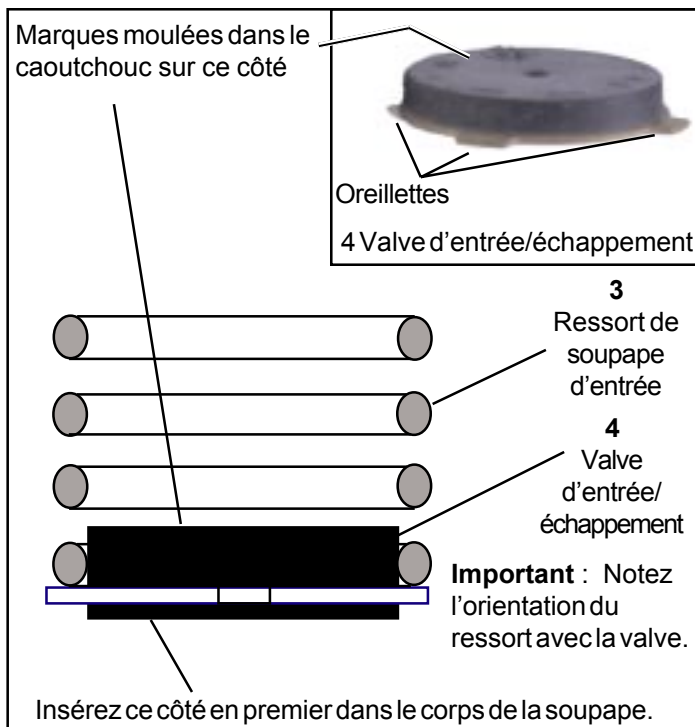

Figure 4 – Orientation de la soupape entrée/échappement
1. Placez le ressort de la soupape d'entrée (3) au-dessus de la partie épaisse du caoutchouc noir de la soupape entrée/échappement (4). Le ressort repose sur le diamètre extérieur de la partie caoutchoutée de la soupape. Pendant que vous tenez la valve d'entrée/échappement (4) sur le ressort de soupape d'entrée (3), placez doucement les deux dans le corps de la soupape, premièrement la soupape et ensuite le ressort. Assurez-vous que le ressort repose de façon égale sur les quatre oreillettes de la soupape entrée/échappement. Voir figures 4 et 5.
2. Alignez convenablement le ressort de soupape d'entrée (3) dans le renforcement au bout de l'assemblage du réservoir de la soupape de sécurité (1). Installez l'assemblage du